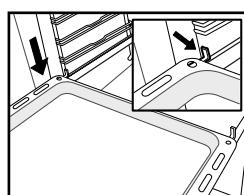

Fig. 5
- Sett utstyret på glideskinnen (fig. 5, 6).